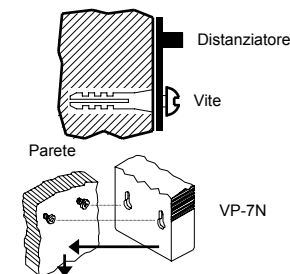

Fig. 4
- Utilizzando la dima di foratura in dotazione, fissare le 2 viti fornite ed avvitarle fino ad una distanza dalla parete determinata dall'apposito distanziatore (vedi Fig. 4).